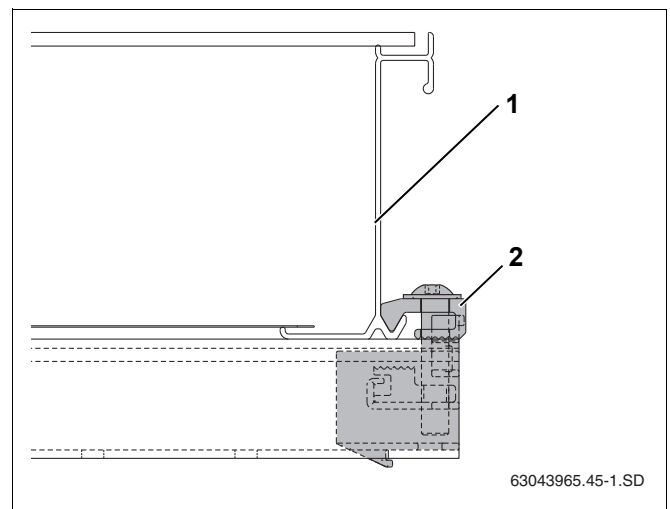

Рис. 42 Установленный односторонний зажим
- Осторожно сдвиньте коллектор (рис. 42, поз. 1) к одностороннему зажиму и выровняйте в горизонтальной плоскости.
- Ключом SW5 заверните зажим (рис. 42, поз. 2).
Теперь прижим (рис. 42, поз. 2) находится в нижней кромке коллектора.